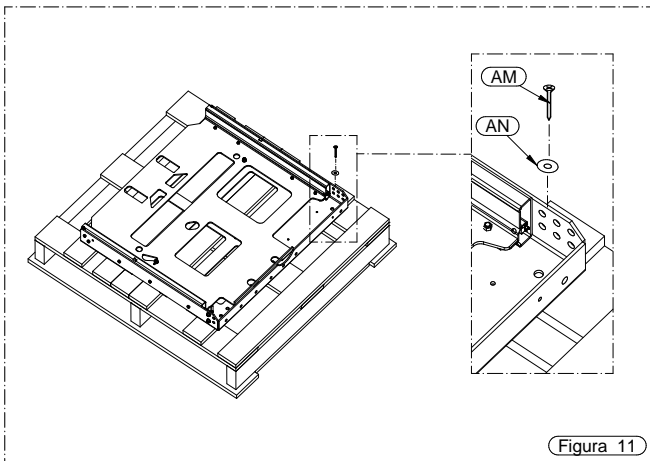
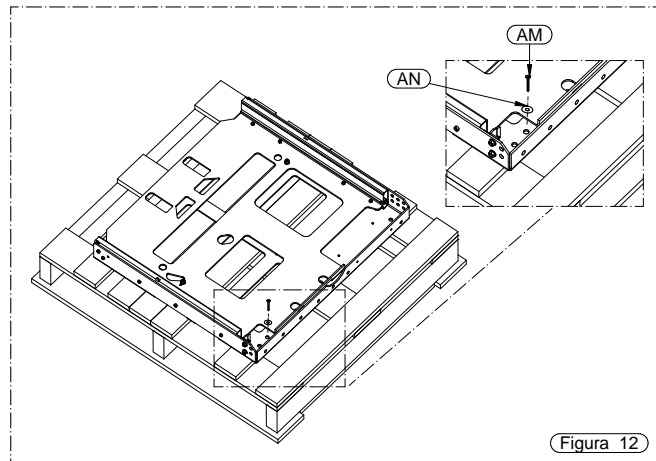

Figura 11
Figura 12
- Togliere le viti AM e rondelle AN che tengono la base solidale al bancale (Figura 11 e Figura 12).